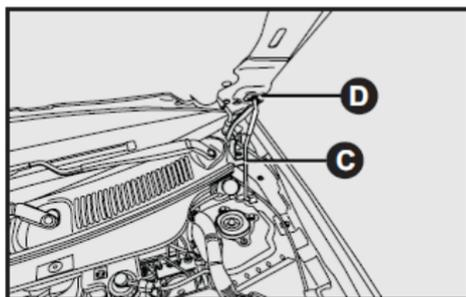

fig. 93
- 4) Introduzca el extremo de la varilla C en el alojamiento D del cofre fig. 93.